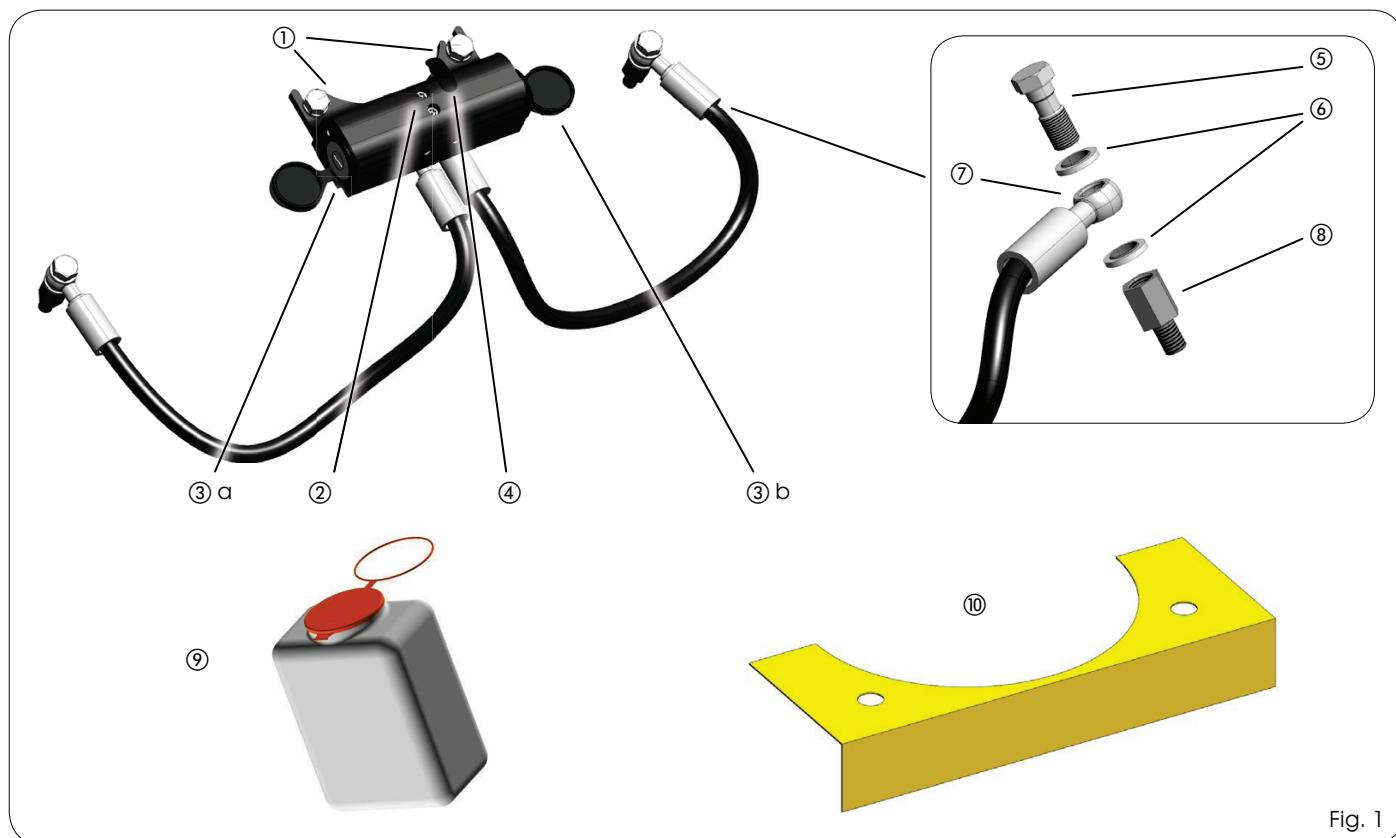
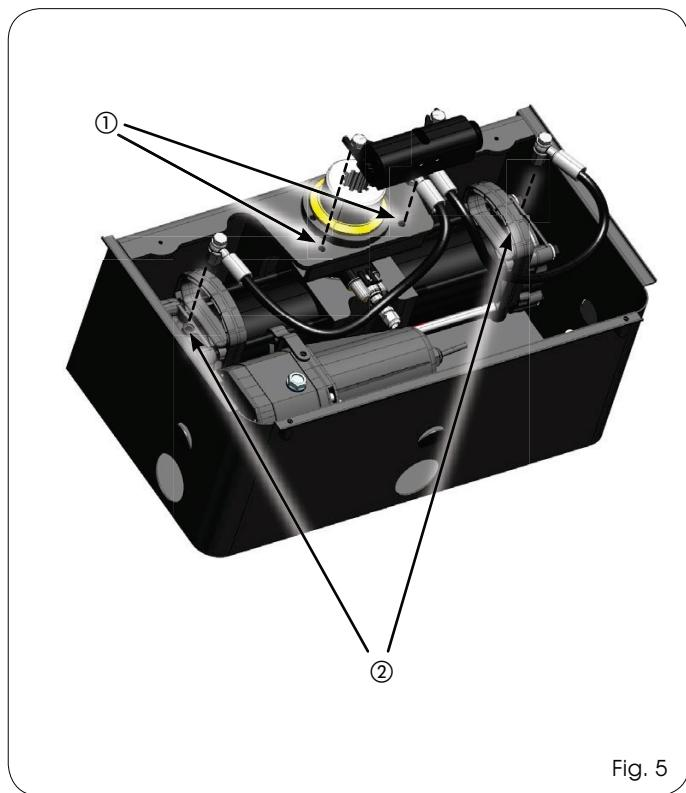

Fig. 1
Fig. 5
- Una vez instalado el operador, fije el sistema de desbloqueo con los dos tornillos M8 suministrados en dotación (fig. 5 ref. ①)
- Retire los racores de purga instalados en el operador y seguidamente conecte los racores suministrados con el sistema de desbloqueo (Fig. 5 ref. ② y Fig. 1 ref. de ⑤ a ⑧)
De beschrijving van de onderdelen van de ontgrendeling betreft Fig.1
- Installeer de aandrijving, bevestig het ontgrendelingssysteem met de twee bijgeleverde schroeven M8 (fig.5 ref. ①).
- Verwijder de ontluchtingaansluitingen die op de aandrijving zijn geïnstalleerd, en sluit de bij het ontgrendelingssysteem geleverde aan (Fig.5 ref.② en Fig.1 ref.⑤ tot ⑧)